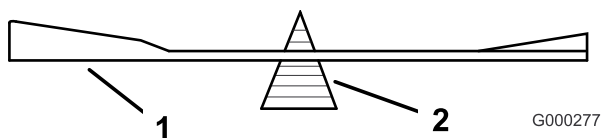

Figura 80
2. Verifique el equilibrio de la cuchilla colocándola sobre un equilibrador de cuchillas (Figura 80). Si la cuchilla se mantiene horizontal, está equilibrada y puede utilizarse. Si la cuchilla no está equilibrada, rebaje algo el metal en la parte de la vela solamente (Figura 81). Repita este procedimiento hasta que la cuchilla esté equilibrada.